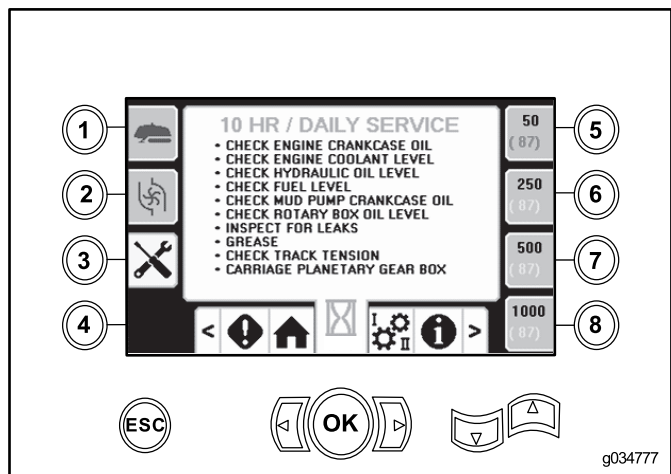

Рисунок 42
- Кнопка 3 — регламент техобслуживания после наработки 10 часов / ежедневного техобслуживания (Рисунок 42)